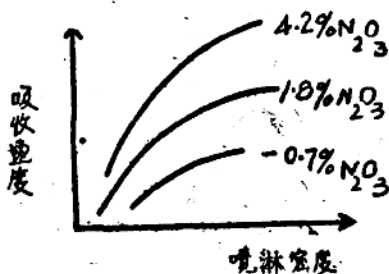

图 2 吸收速度与含硝度、喷淋密度之关系
由图2可知: 噴淋酸密度增大, 吸收速度亦增大。
③ 含硝度：如图 2 含硝度高吸收速度快。